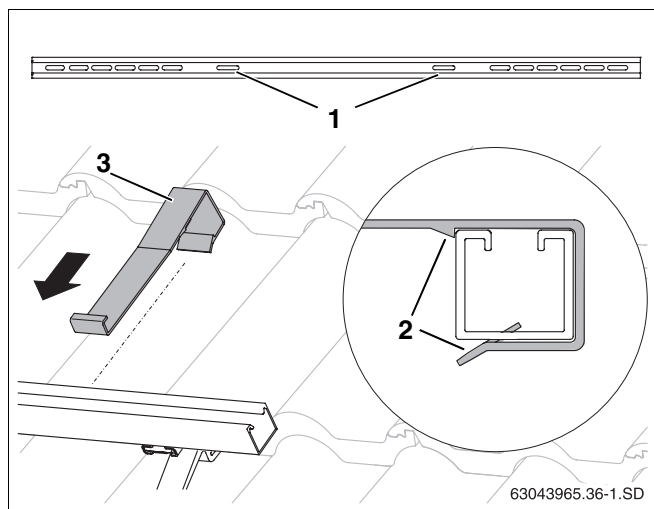

Рис. 34 Установка крепления от сползания
- Крепления от сползания (рис. 34, поз. 3) надеть снаружи на профильные рейки так, чтобы они вошли во внутренние продольные отверстия (рис. 34, поз. 1) до защелкивания (рис. 34, поз. 2).